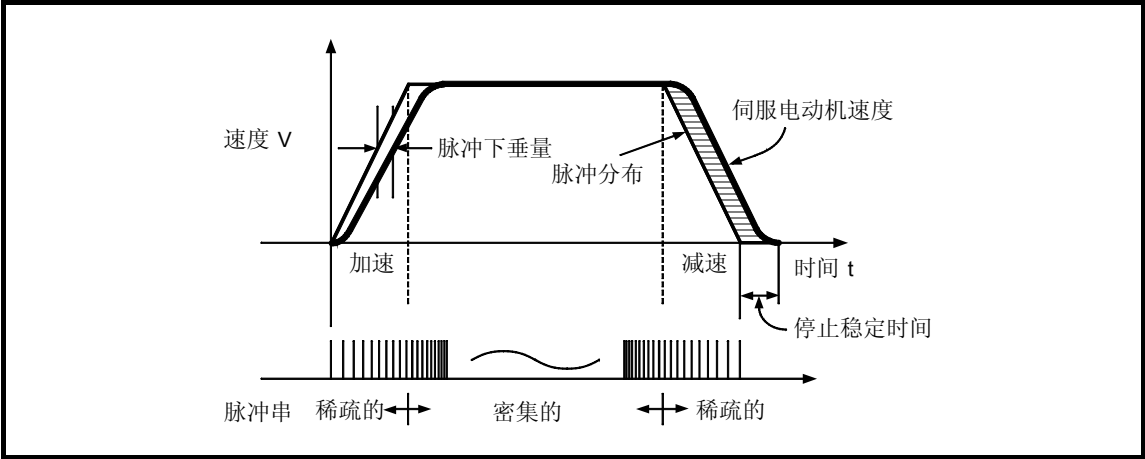

图 1.3 QD75 输出脉冲
- 1) 如图 1.3 所示，脉冲频率随着电动机加速而增加。当电动机启动时，脉冲稀疏；当电动机速度接近目标速度时，脉冲较密集。